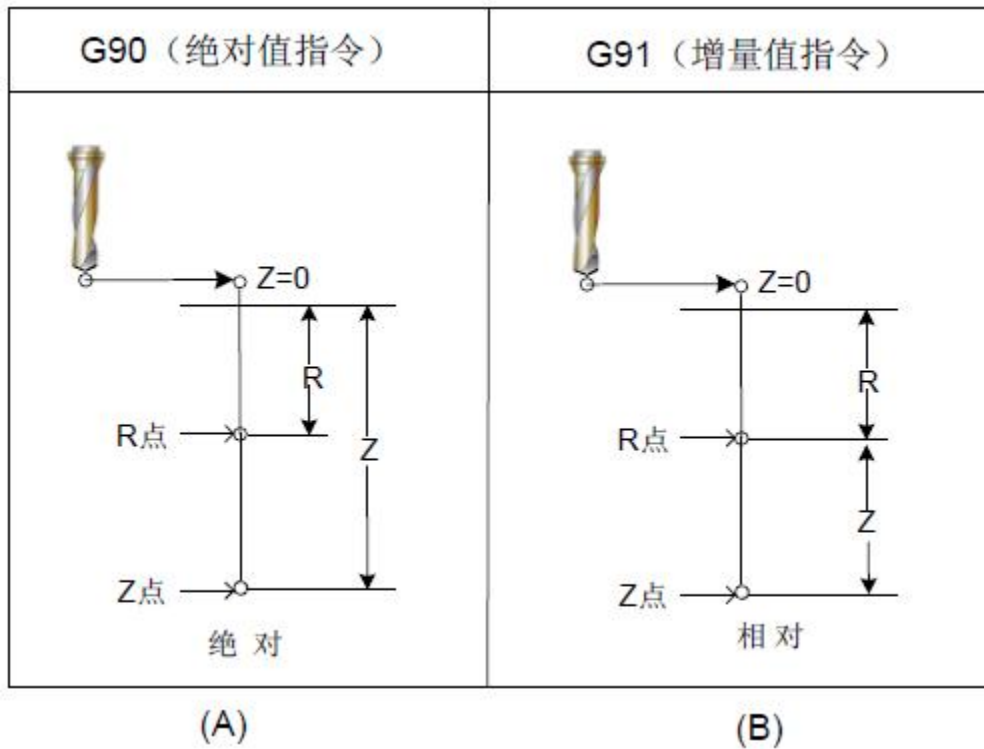

图 3-4-2
R	用增量值指定图3-4-2(B) 的从初始点平面到R 点距离，或者用绝对值指定R 点的坐标值。进给速度在动作2 和动作6 中全都是快速进给。
沿着钻孔轴的移动距离对G90 和G91 变化如图3-4-2 所示。(一般用G90 编程, 如用G91 编程, 则Z和R 均按负值处理)